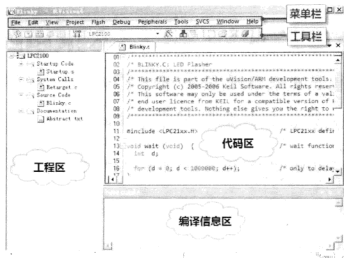

图 4.4.8 Keil MDK 主界面
⑧ 单击 Finish 后, Keil MDK 就完成安装了, 可以发现桌面上生成了名为 Keil μ Vision4 的可执行文件快捷方式图标。双击图标打开 Keil μ Vision4 开发环境, 会自动载入一个工程项目(按照步骤⑥选择即可), 此时可以简单地看看 Keil MDK 的用户界面, 如图 4.4.8 所示。
如图 4.4.8 所示,Keil MDK 的基本用户界面很简洁,由一些菜单栏、工具栏、状态栏等区域构成。当然 Keil MDK 的软件界面远远不止这么简单,读者可以在日后的开发生涯逐一熟悉。